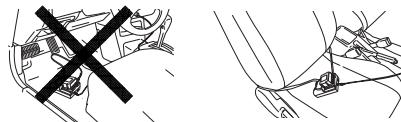

Fig. 16
- Fissate il caricatore in posizione nell'autovettura. Utilizzate la cinghietta in dotazione con il caricatore e fissatelo in posizione per impedire che si sposti inavvertitamente. (Vedere Fig. 16)